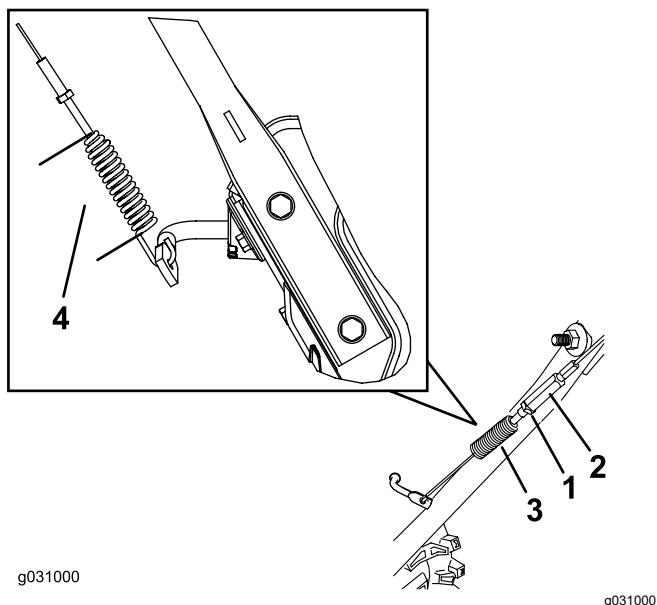

Figura 29
3. Allentate o serrate il tornichetto per regolare la lunghezza della molla a 7 cm, come illustrato nella Figura 29.
4. Serrate il controchiodo (Figura 29) assicurandovi che vi sia una leggera tensione sul cavo.